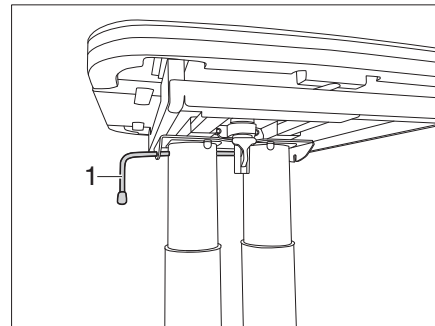

Fig. 109 Bloquear la mesa
- Girar la palanca de bloqueo (Fig. 109,1) hacia la derecha. La mesa elevadora está bloqueada.
- Soltar la palanca de bloqueo (Fig. 109,1).
- Girar la palanca de bloqueo (Fig. 109,1) hacia la izquierda. El bloqueo está abierto.